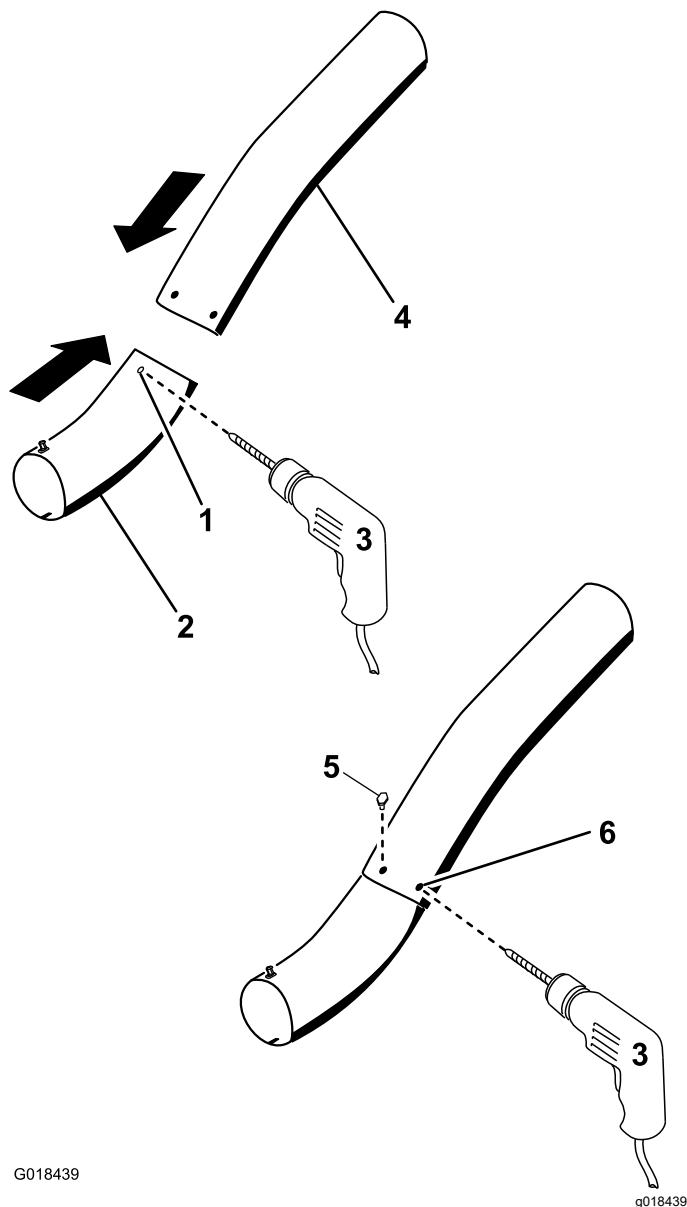

Figura 32
12. Utilizzando i fori preesistenti nel tubo superiore come riferimento, praticate 2 fori del diametro di 6,5 mm attraverso le fossette sul tubo inferiore (Figura 32).
15. Montate le rondelle ($\frac{1}{4}$ ") sui bulloni (Figura 32).
16. Utilizzando un utensile a chiave esagonale, montate le viti ($\frac{1}{4}$ " x $\frac{3}{4}$ ") e rondelle ($\frac{1}{4}$ ") dall'interno del tubo inferiore e attraverso i fori preesistenti nel tubo superiore (Figura 32).
17. Fissate i tubi tra loro con i dadi ($\frac{1}{4}$ ") come illustrato nella Figura 32.